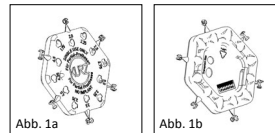

Abb. 1a
■ **Abb. 1a, 1b/2** Die Sizer Disk für Partial-Prothesen besitzt sechs satellitenförmig angebrachte Einzelsizer unterschiedlicher Länge (2,0-4,5 mm) (Abb.1a, 1b). Auf der Rückseite eines jeden Sizers wird die entsprechende Länge angezeigt (Abb. 2). Die Aussparungen und Bohrungen dienen der Gewichtsreduktion, sowie der besseren Übersicht während des Messvorganges im Mittelohr.